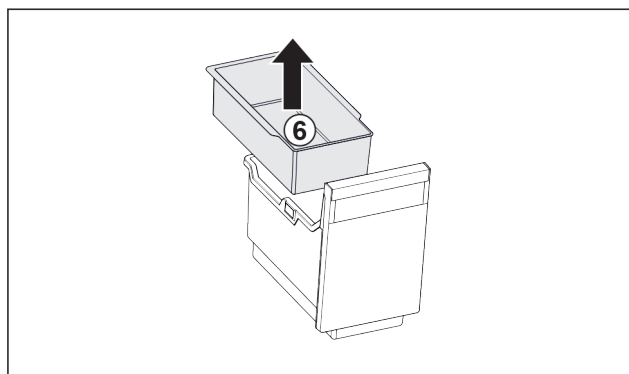

Fig. 19
- Extrageți tava suspendată Fig. 19 (6).